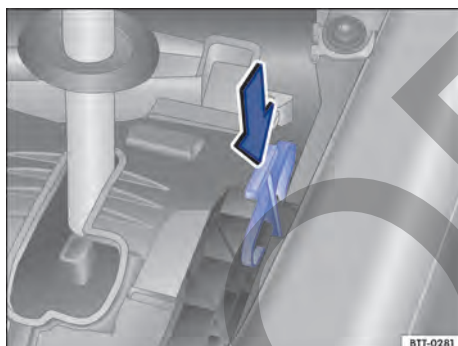

Fig. 97 Desbloqueo de emergencia de la palanca selectora.
1. Con la hoja plana del destornillador de las herramientas de a bordo, presione la palanca de desbloqueo con cuidado en el sentido de la flecha → Fig. 97 y manténgala en esta posición.